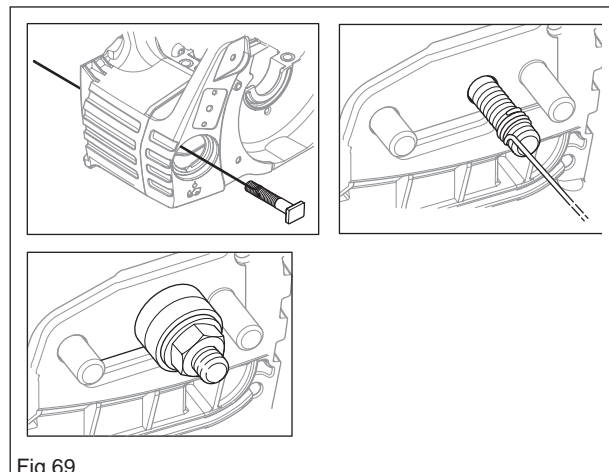

Fig 69
Insérer un fil de fer dans l'extrémité du boulon de guide (A), faire passer le fil de fer à travers le réservoir d'huile avant de le faire ressortir à travers le trou du boulon dans le carter moteur (voir la figure 69).
Tirer le fil de fer pour que le boulon se place dans son trou (voir la figure 69).
Sortir le boulon de guide avec son écrou. Placer une paroi intermédiaire entre l'écrou et le carter moteur (voir la figure 69).